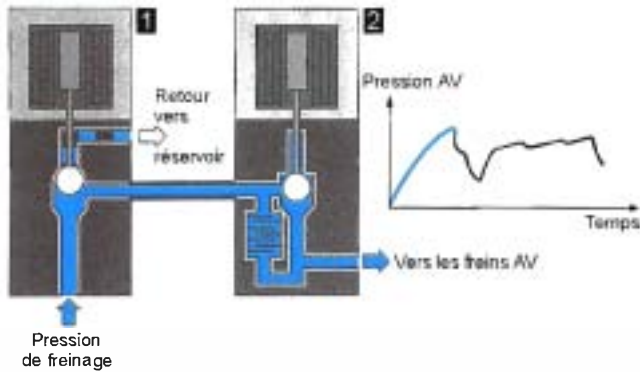

Figure 12.22 • Admission rapide : les électrovannes ❶ et ❷ sont au repos. Freinage normal.
• **Freinage normal** (admission rapide). Il n'y a aucun risque de blocage d'une roue, car les électrovannes ❶ et ❷ sont au repos. Le liquide circule librement vers les récepteurs (figure 12.22).